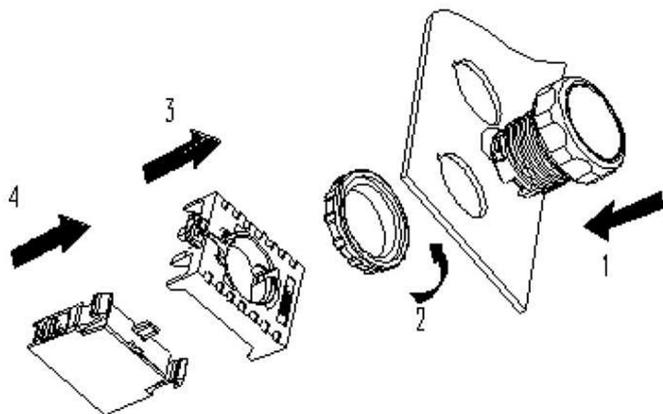

Рис. 10 Процесс установки
7. 1. 2 При установке кнопки в стандартное монтажное отверстие выполните следующие действия: сначала вставьте привод с передней стороны панели и закрепите его с помощью винта. Затем соедините переходник с приводом так, чтобы квадратный крепежный блок внутри привода нажимал на фиксирующую пластину на переходнике. Присоедините контактный узел или подсветку к переходнику, как показано на рис. 10.